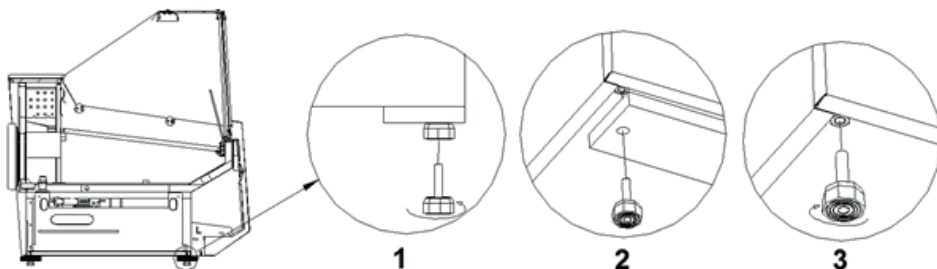

Figura 2. Rimozione della piattaforma lignea
- Disimballare il dispositivo e rimuovere la piattaforma lignea posizionata sulla sua base (non riguarda i dispositivi mobili) Figura 2 (p. 3).